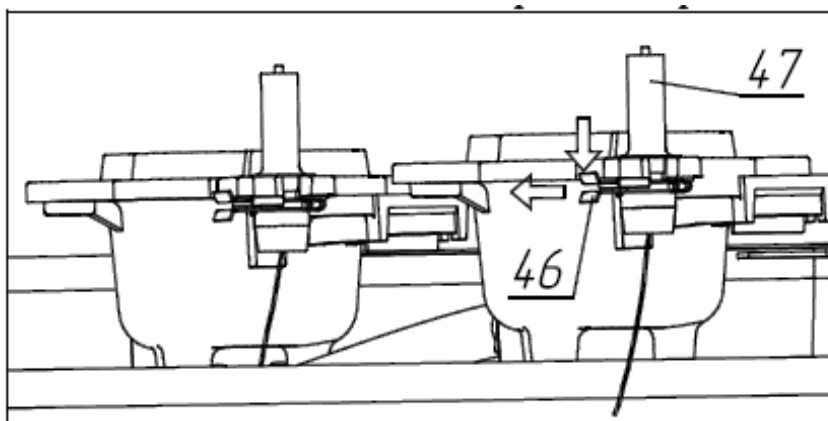

Рисунок 13 Замена свечей розжига
- нажать на верхний язычок защёлки (46) и вытянуть её из паза свечи (47) (см. рис. 13);